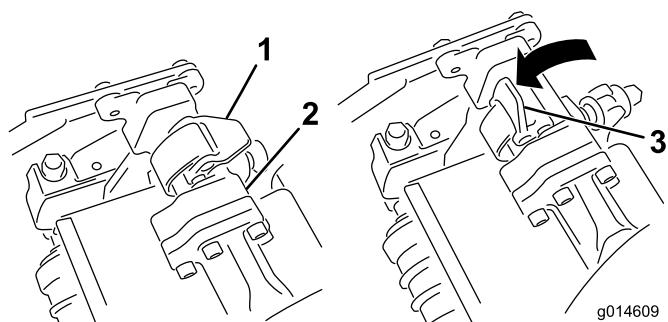
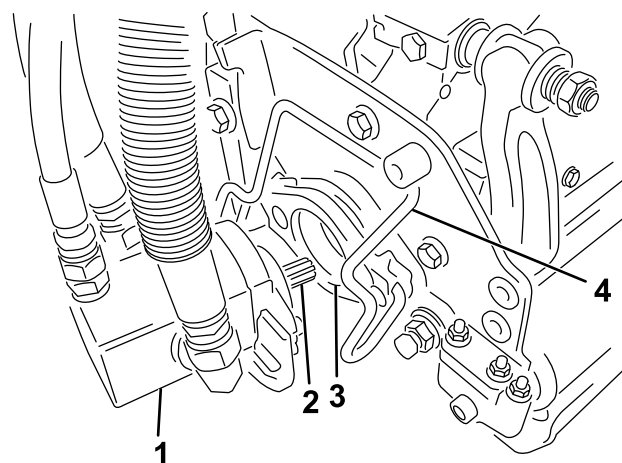

Figura 32
Figura 33
3. Con i fermi del braccio di sospensione rivolti verso l'alto (cioè aperti) (Figura 32), premete il braccio di sospensione verso il basso in modo che la barra si inserisca nella barra della parte superiore dell'apparato di taglio (Figura 33).
4. Chiudete i fermi spostandoli verso il basso e attorno alla barra dell'apparato di taglio, quindi bloccateli in posizione (Figura 32).
4. Aprite i fermi sulla barra del braccio di sospensione dell'apparato di taglio che state rimuovendo (Figura 32).